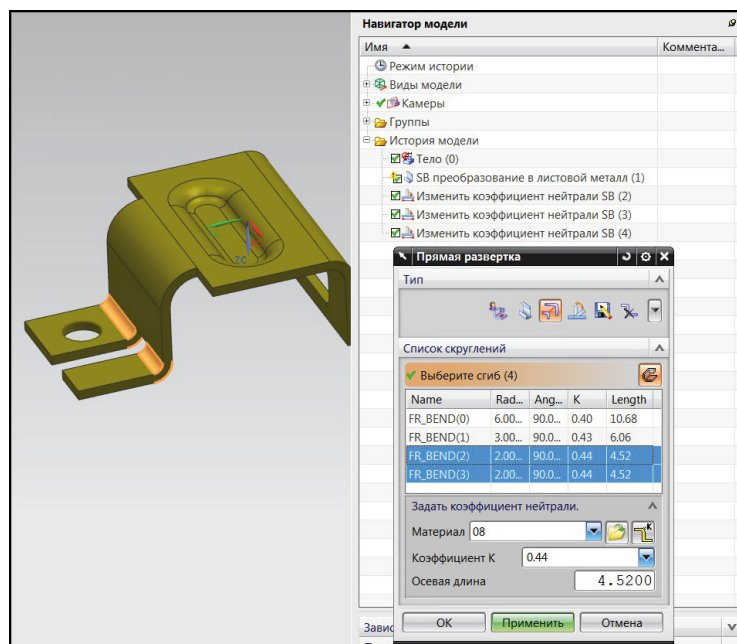

Рис. 3.15. Объединение двух идентичных сгибов
7. Задайте команду **Объединить сгибы** для выполнения гибки двух сгибов за одну операцию. В разделе **Тип** нажмите на кнопку **Объединить сгибы**. В **Списке сгибов** выделите два идентичных сгиба (рис. 3.15). Щелкните по клавише **Применить**.